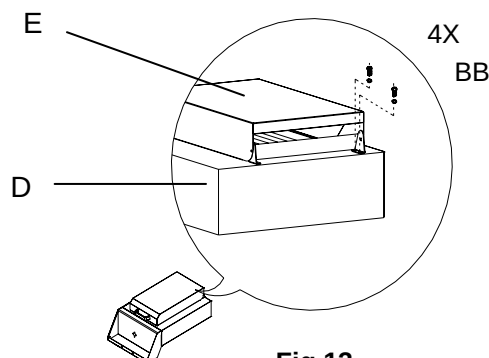

Fig.12
8b) Sujete la tapa del mechero lateral (E) al estante del mechero lateral (D) usando cuatro tornillos de cabeza ovalada de 5/32 pulgadas x 10 mm con arandelas de presión (BB), como muestra la Fig. 12.